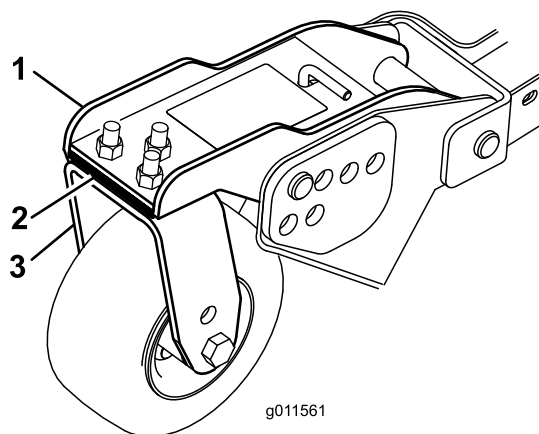

Рисунок 31
3. Отрегулируйте количество 3-миллиметровых регулировочных прокладок на рычаге (рычагах) передних поворотных колес так, чтобы высота скашивания соответствовала указанному на наклейке значению (Рисунок 31).
3. Если внутренняя кромка бокового режущего блока находится слишком высоко по отношению к наружной кромке переднего режущего блока, снимите одну регулировочную прокладку с нижней части рычага переднего внутреннего поворотного колеса на боковом режущем блоке (Рисунок 31).